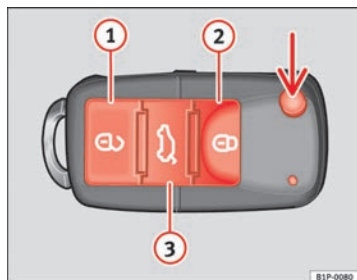

Abb. 64 Tastenbelegung
Mit der Taste ⇒ Abb. 64 (Pfeil) der Fernbedienung wird der Schlüsselbart ausgeklappt.
Fahrzeug entriegeln  ⇒ Abb. 64 ①.
Fahrzeug verriegeln  ⇒ Abb. 64 ②.
Heckklappe entriegeln. Drücken Sie die Taste  ⇒ Abb. 64 ③, bis alle Blinkleuchten am Fahrzeug kurz aufleuchten. Nach Drücken der Entriegelungstaste  ③ können Sie die Heckklappe innerhalb von 2 Minuten öffnen. Nach Ablauf dieser Zeit wird die Heckklappe wieder verriegelt.
Zudem blinkt die Batterie-Kontrollleuchte des Schlüssels ⇒ Abb. 64 auf.
Bei einmaligem Drücken der Taste  ⇒ Abb. 64 ①, wird nur die Fahrertür geöffnet. Alle anderen Türen bleiben verriegelt. ▶
Bei zweimaligem Drücken der Taste  ⇒ Seite 105, Abb. 64  werden alle Türen entriegelt.
- Betätigen Sie die Taste  ⇒ Seite 105, Abb. 64 an der Funk-Fernbedienung.